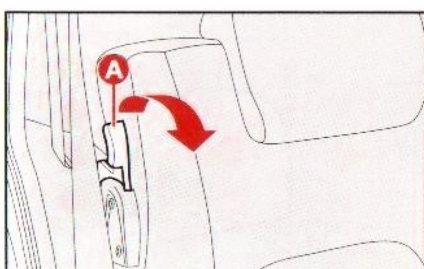

Abb. 59a
- Den Hebel **A**, **Abb. 59a** loshaken und die Rückenlehne nach vorn kippen, so dass sie auf dem Sitzkissen aufliegt.